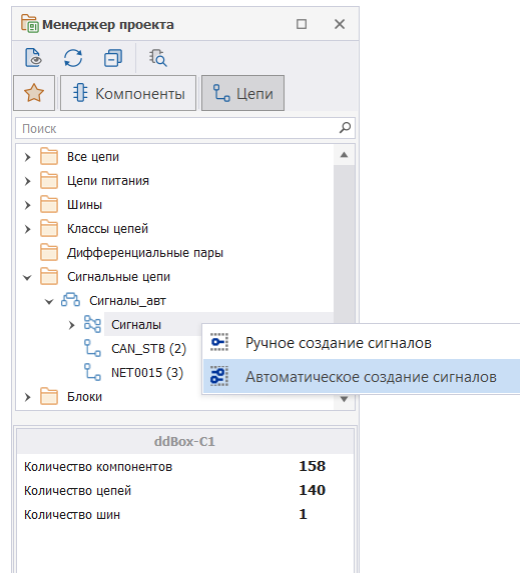

Рис. 143 Создание сигнала для выбранной сигнальной цепи в автоматическом режиме
1. В панели «Менеджер проекта» → «Сигнальные цепи» выбрать сигнальную цепь «Сигнал\_авт», установить курсор на пункт «Сигналы», вызвать контекстное меню и выбрать пункт «Автоматическое создание сигналов», см. Рис. 143.